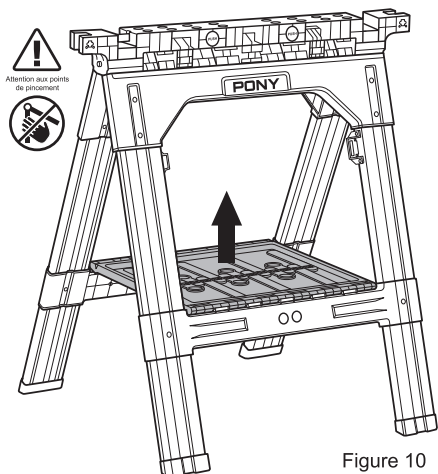

Figure 10
1. Soulevez le plateau à outils au centre pour permettre aux pieds de se replier. (Figure 10)